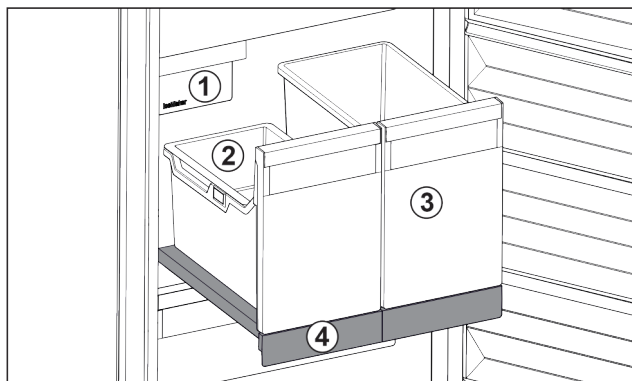

Fig. 117 Rafti me tërheqje me IceTower
- (1) IceMaker
- (2) Tasi me varje për kubat e akullit
- (3) Kutia për shembull për picë, pije alkoolike
- (4) Rafti me tërheqje
Mbi raftin me tërheqje ndodhet dy kuti të larta (IceTower). Në kutinë Fig. 117 (2) mblidhen dhe mbahen kubat e akullit nga IceMaker. Kutia Fig. 117 (3) është e përshtatshme për ruajtjen e ushqimeve të larta, si picat ose pijet alkoolike. Rafti me tërheqje me IceTower është i montuar mbi një pllakë xhami me shina me tërheqje. Ju mund ta zbërtheni raftin me tërheqje për ta pastruar.